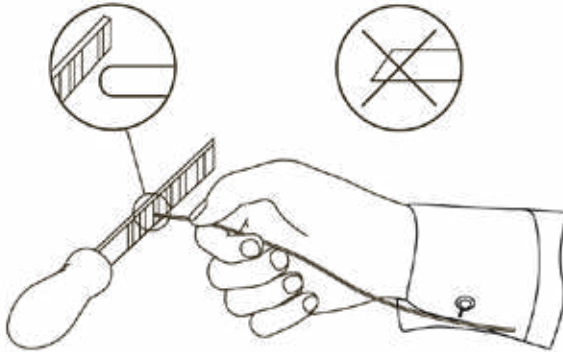

Рис. 8.5.3. Закругление кончика сварочной проволоки.
4. Перед заправкой сварочной проволоки в механизм подачи и направляющий канал горелки закруглите кончик проволоки для исключения прокола направляющего канала и повреждения коаксиального кабеля (См. рис. 8.5.3).